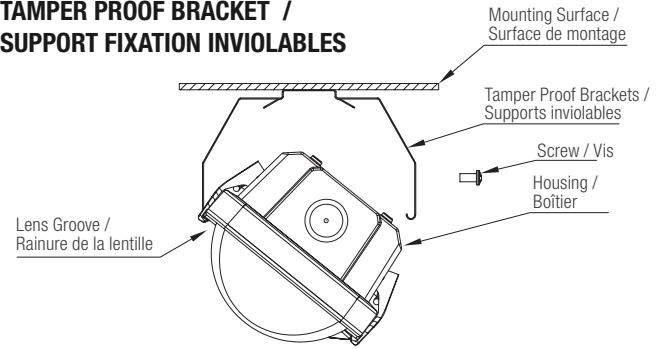

Figure 12
2. Push the housing into the tamper proof bracket as shown in Figure 12, and fasten it onto the lens groove.
3. Secure the housing onto the tamper proof bracket with provided screws (2 per bracket) as shown in Figure 12.
2. Poussez le boîtier dans le support d'inviolabilité comme indiqué dans la figure 12, et fixez-le sur la rainure de la lentille.
3. Fixez le boîtier sur le support d'inviolabilité à l'aide des vis fournies (2 par support), comme illustré à la figure 12.